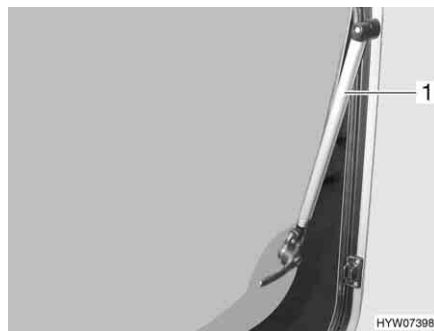

Bild 75 Ausstellfenster mit Automatik-Aussteller
- Das Ausstellfenster bis zur gewünschten Raststellung öffnen. Der Automatik-Aussteller (Bild 75,1) rastet selbstständig ein.